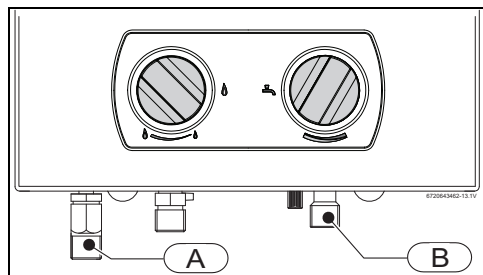

Fig. 14 Conexión del agua
- Identificar el tubo de agua fría (→ Fig. 14, pos. B) y el tubo de agua caliente (→ Fig. 14, pos. A), para evitar cualquier conexión equivocada.